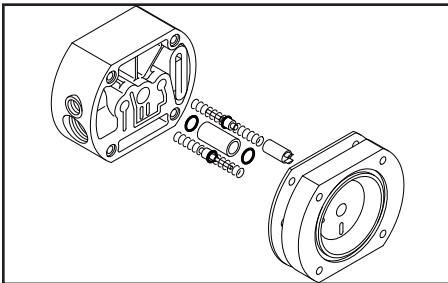

Figura 27-2
- Extraiga el cojinete de la garganta (consulte la Figura 27-2).